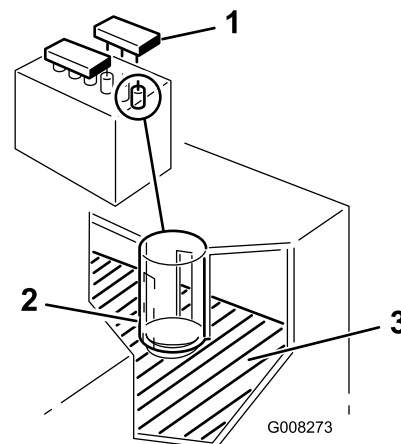

Figura 31
2. Retire los tapones de llenado. Si el electrolito no llega a la parte inferior del tubo (Figura 31), añada la cantidad necesaria de agua destilada; consulte cómo Añadir agua a la batería.
2. Retire los tapones de llenado (Figura 31).
3. Vierta lentamente agua destilada en cada célula de la batería hasta que el nivel llegue a la parte inferior del tubo (Figura 31).